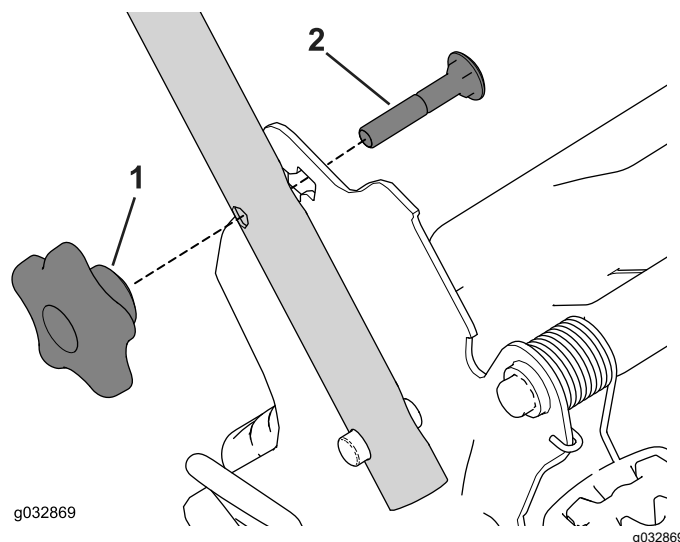

Рисунок 22
1. Снимите и сохраните две ручки и два каретных болта с кронштейнов рукоятки (Рисунок 22).